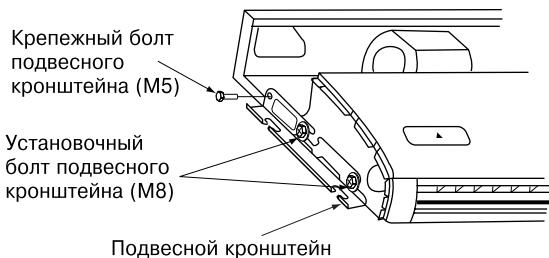

Рис. 7
- Вывинтите два крепежных болта подвесного кронштейна (M5) на задней стороне. Отсоедините подвесной кронштейн, потянув его назад. (См. рис. 7)